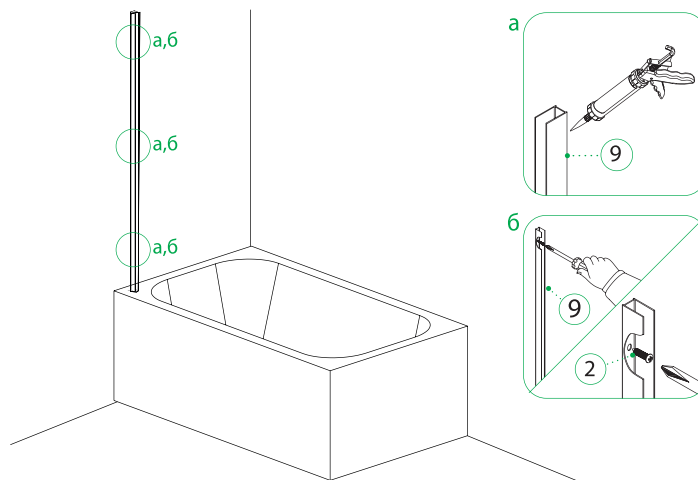

Рис. 6/6-сур.
силиконовым герметиком со стороны стены (для полной герметизации, рис. 6-а), и зафиксируйте их с помощью шурупов (2), как показано на рисунке 6-б.